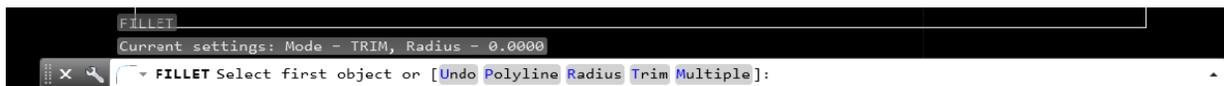

Figura 5.48. Opciones Fillet
Paso 8: Ejecute el comando Fillet: digite F y Enter, Saldrá en la barra de comando las siguientes opciones (figura 5.48):